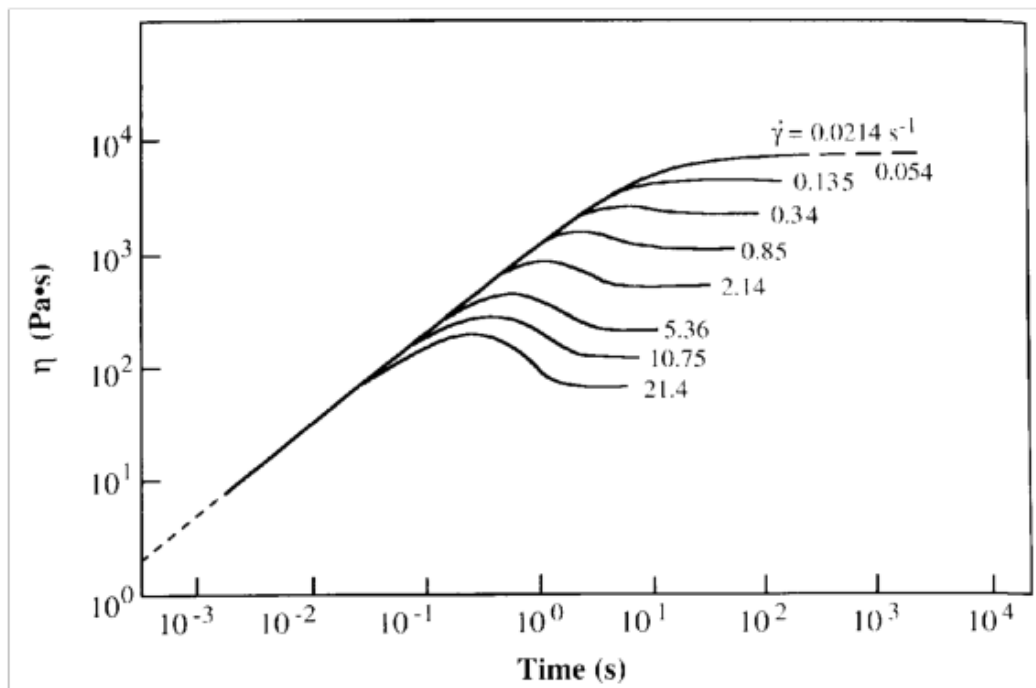

Figure 1. Essai de cisaillement transitoire à différents taux de cisaillement .
- 1) A partir des courbes obtenues en régime transitoire (figure 1), correspondant à un démarrage en cisaillement ( $\dot{\gamma}$  passe de 0 à  $\dot{\gamma}_0$  quasiment instantanément), expliquer comment construire la courbe de viscosité  $\eta(\dot{\gamma})$ .